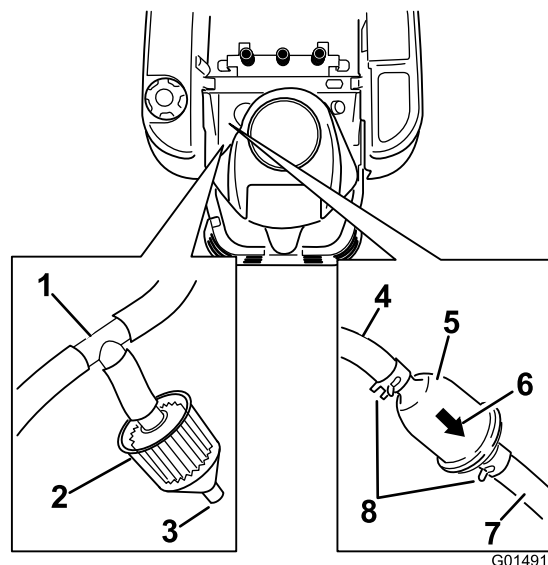

Figure 37
3. Soulevez le siège et localisez les filtres à carburant, comme illustré à la Figure 37.
4. Pincez les extrémités des colliers et faites glisser ceux-ci pour les éloigner du filtre (Figure 37).
6. Montez un filtre neuf en veillant à pointer la flèche indiquant le sens d'écoulement vers le moteur. Rapprochez les colliers de flexibles du filtre (Figure 37) pour le fixer en place.
Certaines machines sont équipées d'un filtre antipollution (Figure 37) monté sur un raccord en T sur la conduite de dégazage venant du réservoir de carburant. Le filtre est conçu avec un orifice ouvert. Examinez régulièrement le filtre. Remplacez le filtre s'il est encrassé ou colmaté.